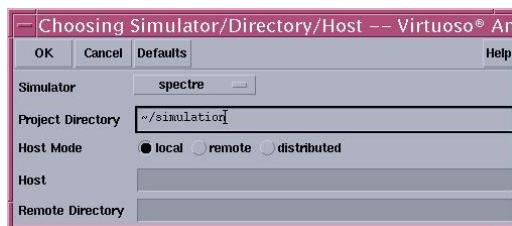

Рис. 6.2. Форма для выбора симулятора.
- 3) В главном окне ADE выбрать пункт меню *Setup->Simulator/Directory/Host...*. В появившейся форме установить *spectre* в качестве симулятора (рис. 6.2).